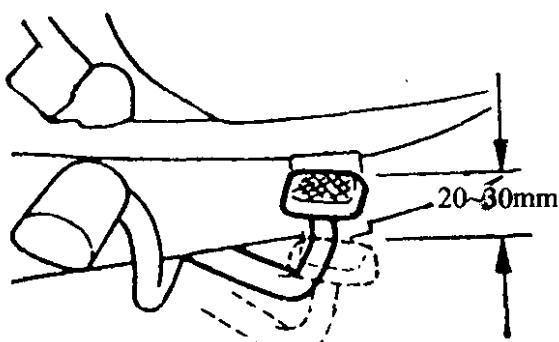

图 1-4 检查后制动踏板自由间隙
(8) 检查后制动踏板自由间隙。如图 1-4 所示，一般应为 20~30mm，最多不要超过 35mm，小于 20mm 也不好。因为右脚经